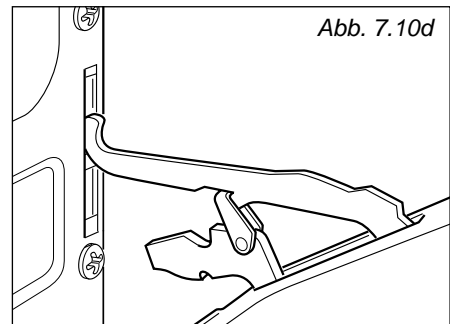

Abb. 7.10d
4. Ofentür nach vorne abziehen (Scharniere lösen sich aus den Schlitten) (abb. 7.10D).